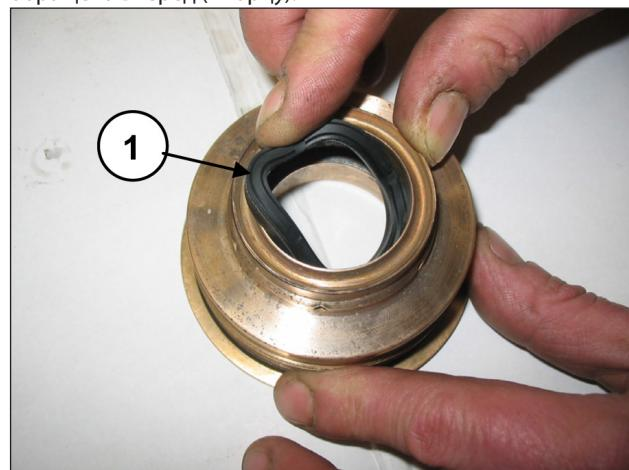

Рис. 149
Вставьте уплотнение низкого давления в опору уплотнения (поз. ①, Рис. 149) так, чтобы уплотнительная кромка была обращена вперед (к торцу).